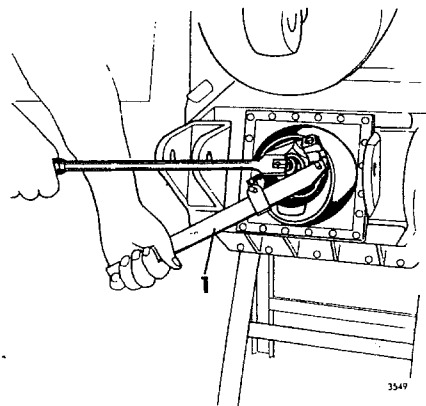

Fig 11—1. Lossdragning av mutter
6. Skall samma drivaxel användas är det lämpligt att mäta upp drivhjulssaxelns lagerspel, jämför fig 11—29. Justeringsarbetet vid monteringen blir härigenom mindre.